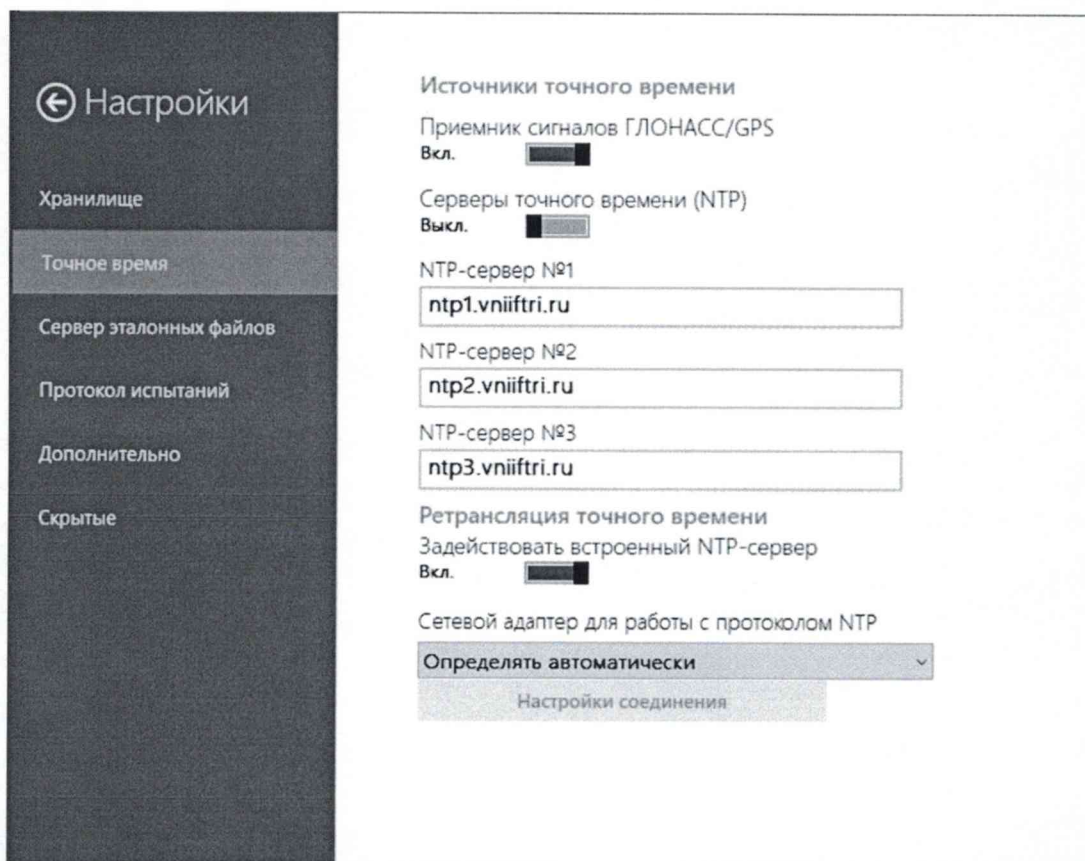

Рисунок 3
6.1.5 Для синхронизации системной шкалы времени комплекс измерительный ВЕКТОР-ИКИ-2016 по национальной шкале времени UTC(SU) выполнить следующее:
- в появившемся окне включить “Приёмник сигналов ГЛОНАСС/GPS” (рисунок 3).